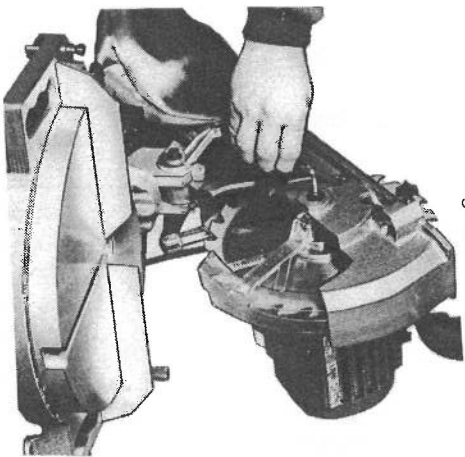

Fig. 4
- 3.- Retirar la protección frontal del disco, la cual se encuentra sujeta por dos tornillos y es de material plástico (Fig. 4).